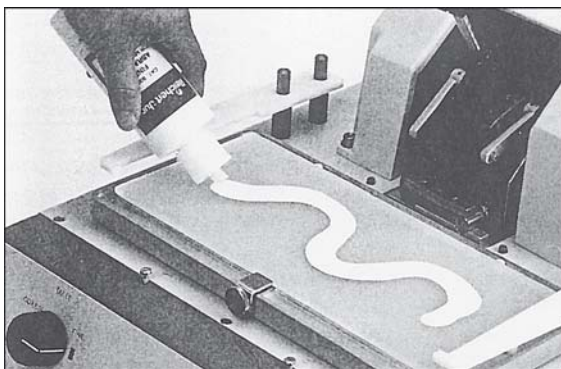

Fig. 22.2
5. Secouez vigoureusement le produit Leica pour rectification des plaques de verre jusqu'à ce que toutes les particules soient en suspension. Enlevez si besoin le bouchon applicateur pour pouvoir agiter le contenu. Appliquez le produit sur la plaque en dessinant une ligne sinueuse (Fig. 22.2). La quantité de produit appliqué doit suffire pour recouvrir toute la surface de la plaque quand on aura mis la seconde plaque en place et que la rectification commencera.